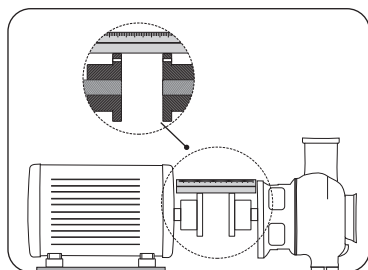

FIGURA 8.1 - VERIFICACIÓN DE LAS HOLGURAS RADIAL DEL ACOPLAMIENTO
4. Para verificar la alineación radial, utilice una regla metálica calibrada, conforme Figura 8.1.